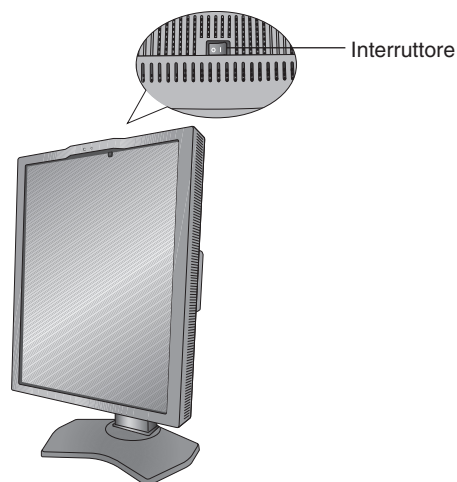

Figura E.1
9. Accendere il monitor con il pulsante di alimentazione in alto (modalità verticale) o a sinistra (modalità orizzontale) del monitor stesso (**Figura E.1**). Accendere il computer.